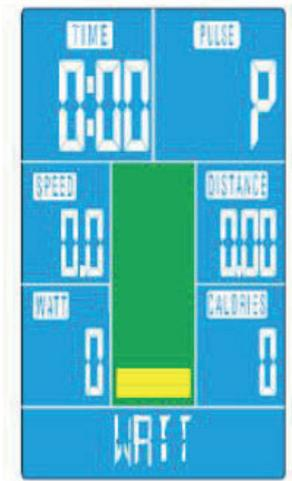

Abb. 17
1. Wählen Sie das Programm (Watt) und bestätigen Sie die Auswahl mit der MODE-Taste (siehe Abb. 17)